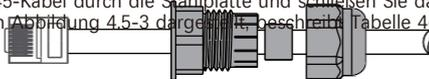

Abbildung 4.5-3 Bedienschritte
**Schritt 3-1** Führen Sie das RJ45-Kabel durch die Stahlplatte und schließen Sie das DRED-Kabel an den RJ45-Anschluss an. Wie in Abbildung 4.5-3 dargestellt, beschreibt Tabelle 4-9 die Definition des 6-poligen Anschlusses.